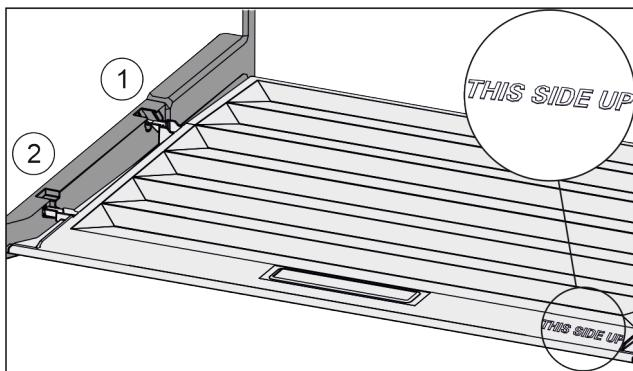

Fig. 37
- ▶ 从后部固定支架 Fig. 37 (1)开口导入桥形接片并卡入固定支架 Fig. 37 (2)的前端。